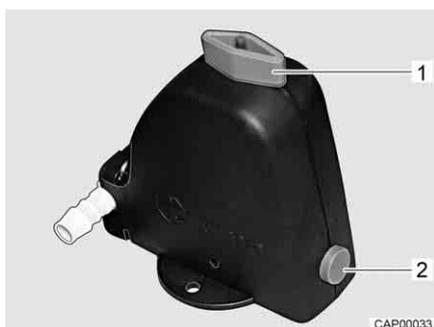

Fig. 240 Válvula de seguridad/purga (Truma)
- Cerrar la válvula de seguridad/purga (Truma). Para ello, girar el botón giratorio (Fig. 240, 1) a la posición transversal en referencia a la válvula de seguridad/purga y hundir el botón (Fig. 240, 2). A temperaturas inferiores a 6 °C, la válvula de seguridad/purga no se deja cerrar. Por ello, conectar la calefacción del habitáculo y esperar hasta que la temperatura en la válvula de seguridad/purga sea superior a 6 °C.